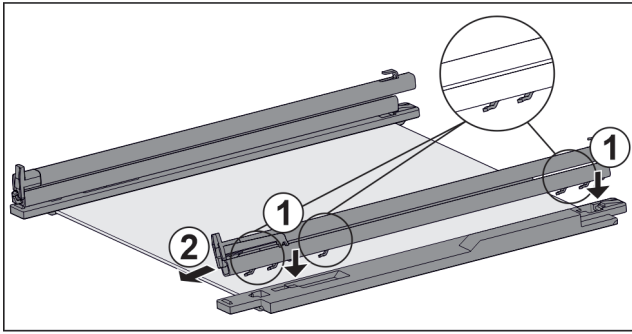

Fig. 202 Glasplatte mit Schienen und Halteteilen
- ▶ Haken der Schiene auf die Öffnungen des **linken** Haltebauteils setzen. Fig. 202 (1)
- ▶ Schiene nach vorne ziehen. Fig. 202 (2)
- ▶ Haken der Schiene auf die Öffnungen des **rechten** Haltebauteils setzen. Fig. 202 (1)